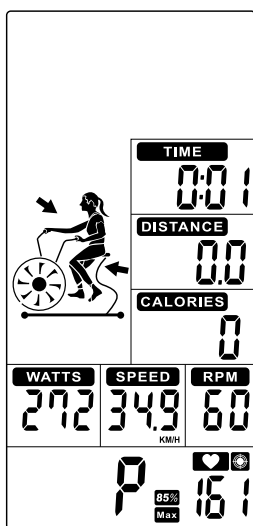

FIGURA 46
- Quando iniciar o treino, MAX HR (display 7) acende-se alternando entre 65% e 85%. TEMPO (display 3), DISTÂNCIA (display 4), CALÓRIAS (display 5), WATTS (display 6), VELOCIDADE (display 2) e RPM (display 1) serão usados para calcular valor do treino (Figura 46).